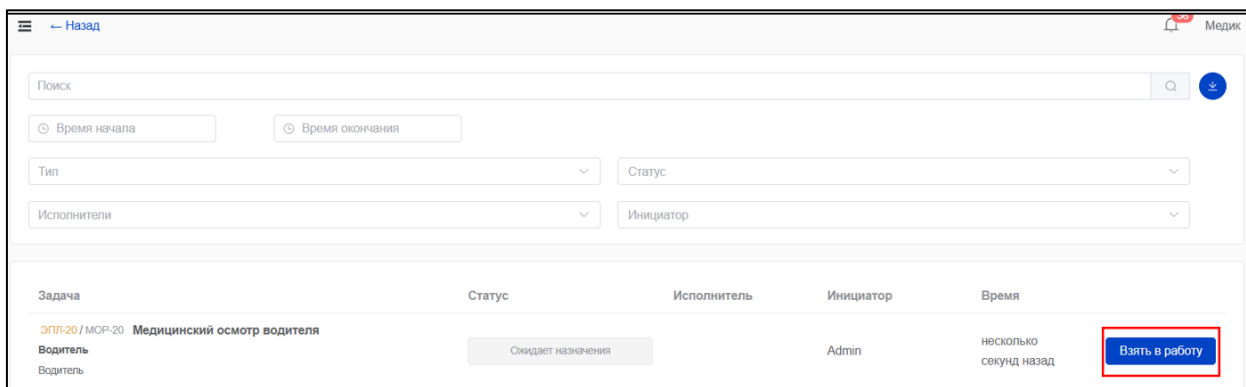
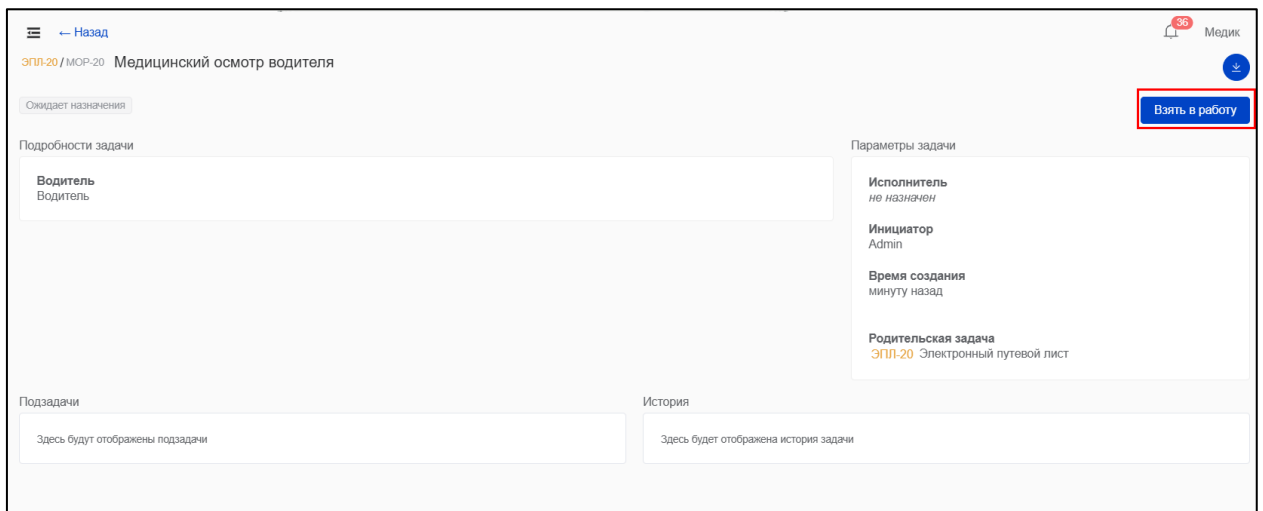

Рисунок 59 – Кнопка «Взять в работу» в списке задач
Рисунок 60 – Кнопка «Взять в работу»
2) В списке задач выбрать найденную задачу, которая будет назначена для выполнения текущему пользователю, и нажать для нее кнопку «Взять в работу» (Рисунок 59). Также можно нажать кнопку «Взять в работу» в интерфейсе открытой задачи (Рисунок 60).